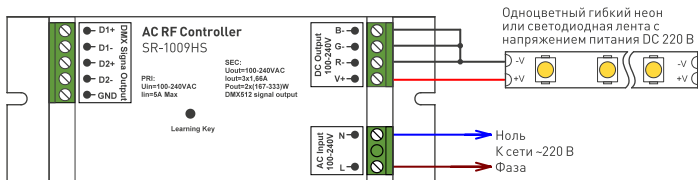

Рис. 2. Подключение одноцветного гибкого неона или светодиодной ленты.
- 3.12. При подключении одноцветных источников света, можно использовать схему Рис. 2. При этом контроллер должен управляться от пульта ДУ или панели управления с функцией диммирования.
- ⚠ Внимание! Не допускается использовать схему Рис. 2, если контроллером управляет RGB или RGBW пульт ДУ или панель управления.**